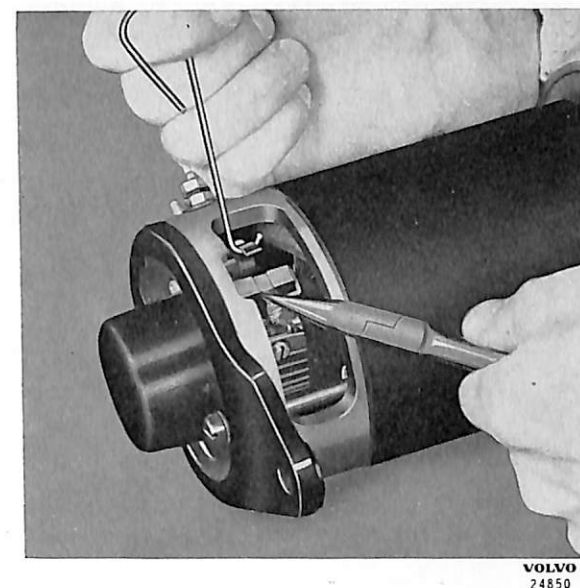

Bild 38. Demontering av elborste.
2. Skruva loss elborstarnas anslutningsledningar. Lyft upp tryckarmarna eller fjäderna för elborstarna med en krok och drag upp elborstarna, se bild 38.
Tag bort elborstarna genom att lossa förbindningen vid borsthållaren, lyft upp borstfjäders och drag upp elborsten med en tång, se bild 38. Är kommutatorn sårig eller ojämnt sliten måste generatorn tagas isär och kommutatorn svarvas. Se härom under "Isärtagning, inspektion och hopsättning". Sätt fast elborstarna, se till att rätt typ erhålles och montera skyddsbandet. Finns provanordningar för generator tillgänglig gör man klokt i att prova generatorn innan den åter monteras i vagnen. Se härom under "Provning av generator".